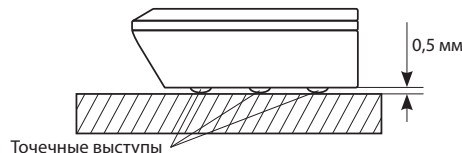

Рис. 9. Установка датчика на пол.
1. На полу контактными пластинами вниз. У радиодатчиков предусмотрен конструктивный откос, что позволяет устанавливать его у плинтуса. Точечные выступы на корпусе датчика не позволяют контактными пластинами касаться пола, что предотвращает ложное срабатывание и загрязнение пластин (рис. 9).